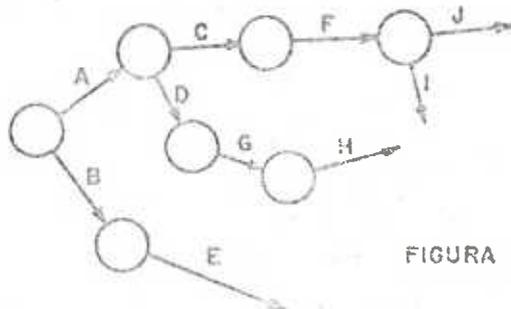

FIGURA 18
g) Reflejando la séptima condición tendremos (figura 18):